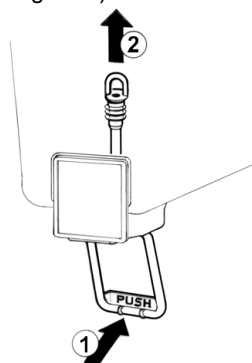

figure 3
- 5 **Robinet avec tube en caoutchouc**: pousser (1) le levier de débit robinet et défiler (2) le tuyau robinet de son siège sur le fond du réservoir (voir figure 3).